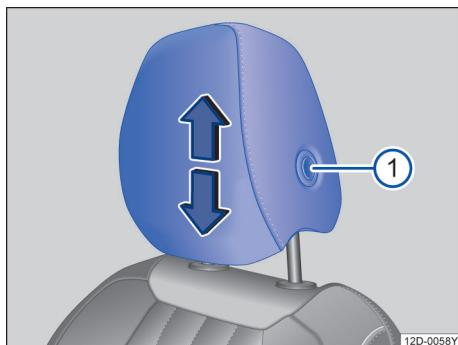

图 73 调整前排头枕
- 按住按钮→图 73①，同时沿箭头方向向上推或下压头枕即可将头枕调整至合适高度→▲。